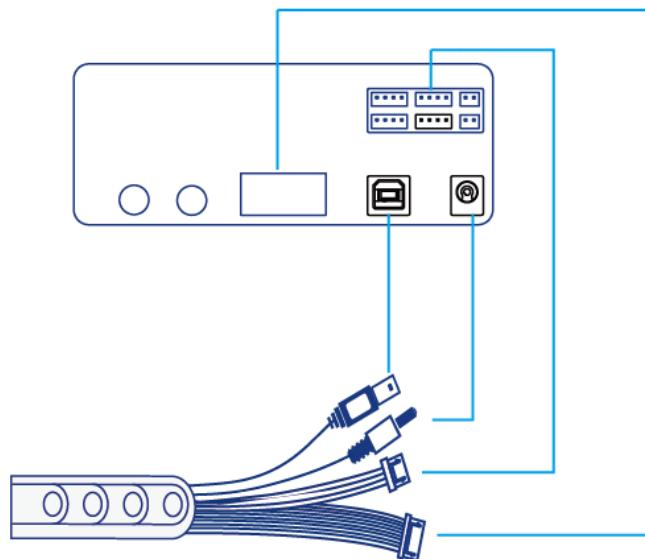

图 5.188 连接机械臂
**步骤 5** 将坦克链末端的接口连接至机械臂，如图 5.188所示。